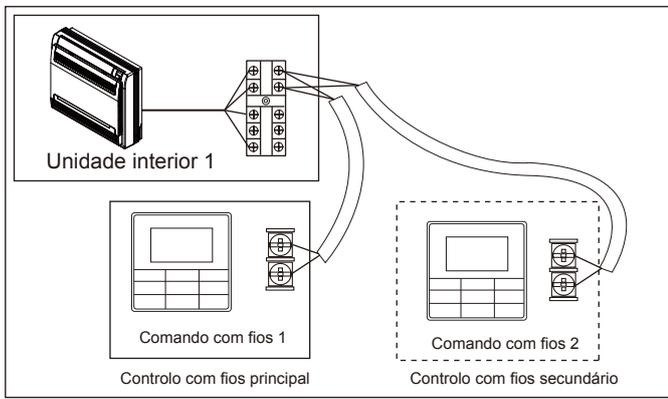

Figura 6.7
- Use 1 comando com fios para controlar 1 unidade interior ou 2 comandos com fios (um principal e um secundário) para controlar 1 unidade interior (ver a Figura 6.7)